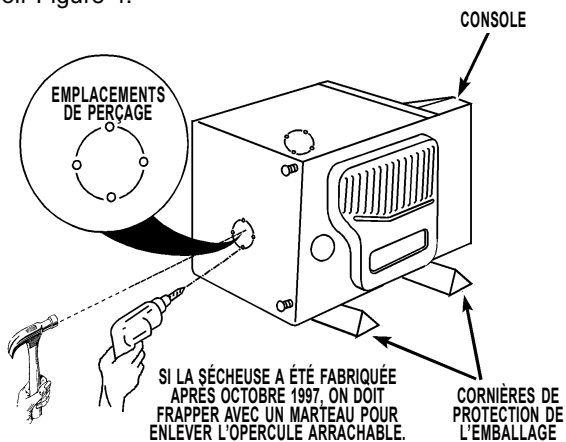

FIGURE 4
- Pour empêcher une détérioration de la caisse, étendre sur le plancher à côté de la sècheuse deux (2) cornières de protection des angles de l'emballage d'expédition, ou d'autres matériaux de protection. Placer doucement la sècheuse en appui sur le côté gauche, sur ces cornières de protection. Durant la manœuvre de basculement de la sècheuse, NE PAS TENIR L'APPAREIL PAR LA CONSOLE. Voir Figure 4.
- Enlever l'opercule arrachable à utiliser sur le côté gauche ou le côté droit de l'appareil : percer quatre (4) trous de 1/4 po aux emplacements marqués. Voir la Figure 4.